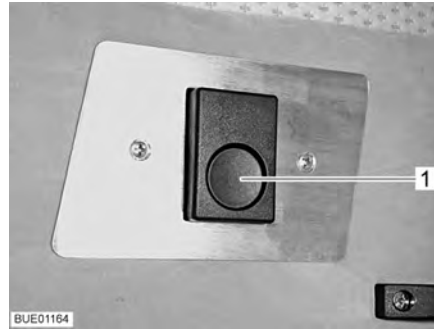

Fig. 75 Sblocco
- Premere il bottone di sbloccaggio (Fig. 75,1). Il bloccaggio viene sbloccato.